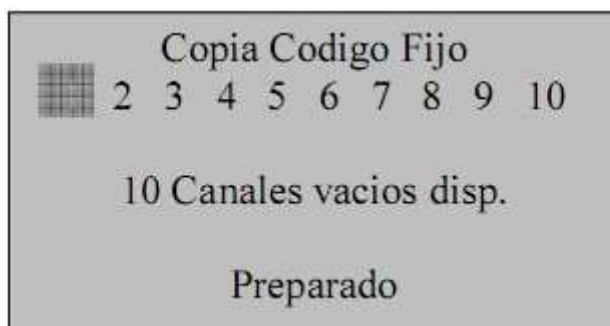

Fig.16
- Seleccionar, com  ou  o canal para onde queremos copiar o código do comando original (fig.16);